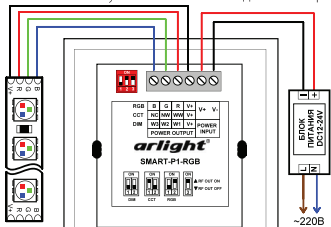
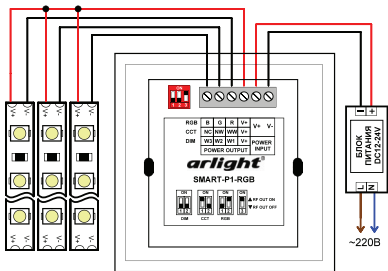

Рис.1. Подключение светодиодной ленты RGB.
Рис.3. Подключение одноцветной светодиодной ленты.
- 3.2. Подключите оборудование по одной из схем, приведенных на Рис.1 – Рис.3, в зависимости от используемой ленты. Соблюдайте полярность и порядок подключения проводов к клеммам.